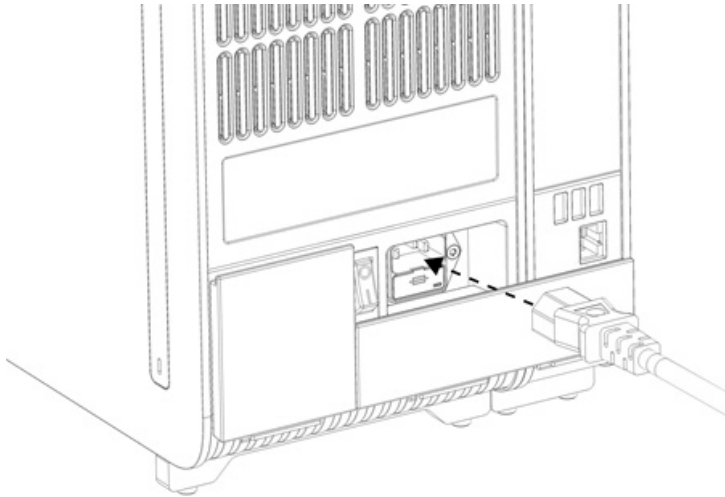

Figura 20. Conectarea cablului de alimentare.
8. Conectați cablul de alimentare livrat împreună cu QIAstat-Dx Analyzer 1.0 în partea din spate a modulului analitic inițial (Figura 20).